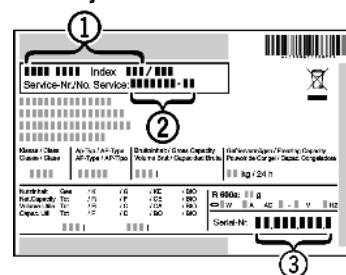

Fig. 49
► Odczytać z tabliczki znamionowej oznaczenie urządzenia *Fig. 49 (1)*, nr serwisowy *Fig. 49 (2)* oraz numer seryjny *Fig. 49 (3)*. Tabliczka znamionowa znajduje się po lewej stronie wewnątrz urządzenia.